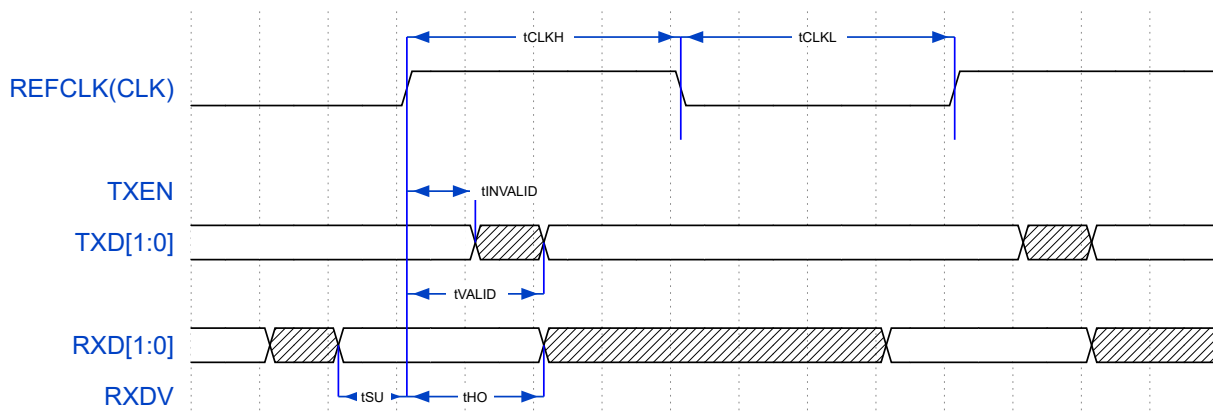

图 22: RMII 接口时序
4.17.1.1 RMII 接口 RMII 接口对应时序如图 22。